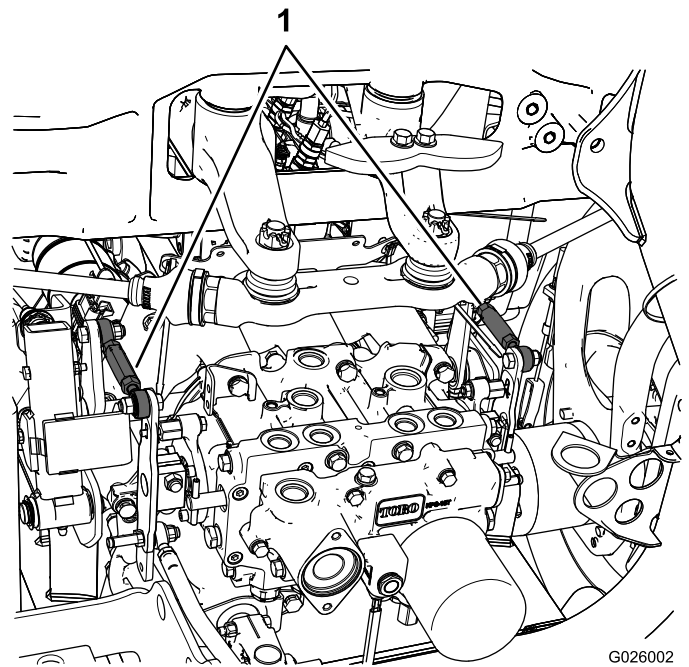

Figura 44
- Si el neumático trasero izquierdo está girando, afloje las contratuercas de la varilla de control de la transmisión del lado izquierdo (Figura 44).